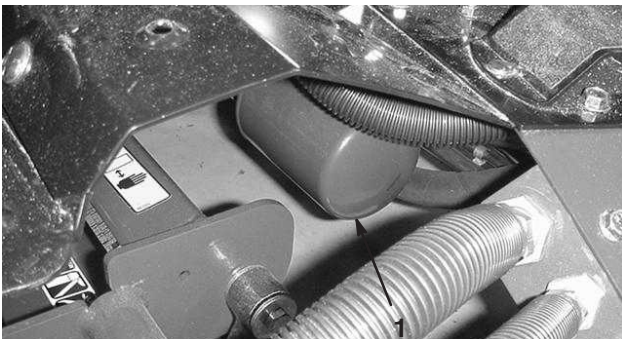

Figure 48
3. Nettoyez la surface autour du filtre à huile hydraulique (Fig. 48). Déposez le filtre par le fond du logement et laissez l'huile s'écouler dans un bac de vidange. Utilisez une clé à filtre spéciale. Débarrassez-vous du filtre à huile conformément à la réglementation locale en matière d'environnement.